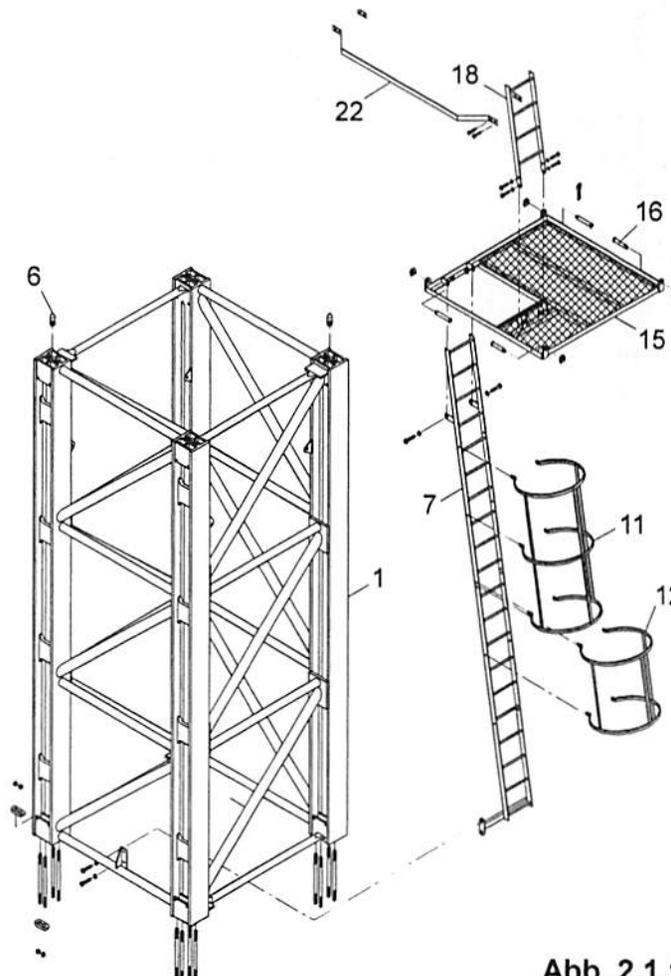

Abb. 2.1.1
Die Treppen (18) und (7) mit dem Verbindungselement (22) befestigen (Abb. 2.1.1).